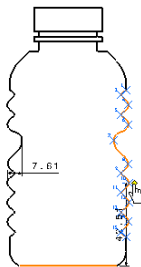

图 6-357
- » 步骤10 选择底线和另一条样条线, 将显示预览, 出现黄色的操纵器和点指示器 (可用于精确地选择曲线上的标注参考点), 如图 6-357 所示。例如, 将黄色的样条线尺寸操纵器拖动到样条线上的点 7, 如图 6-358 所示。